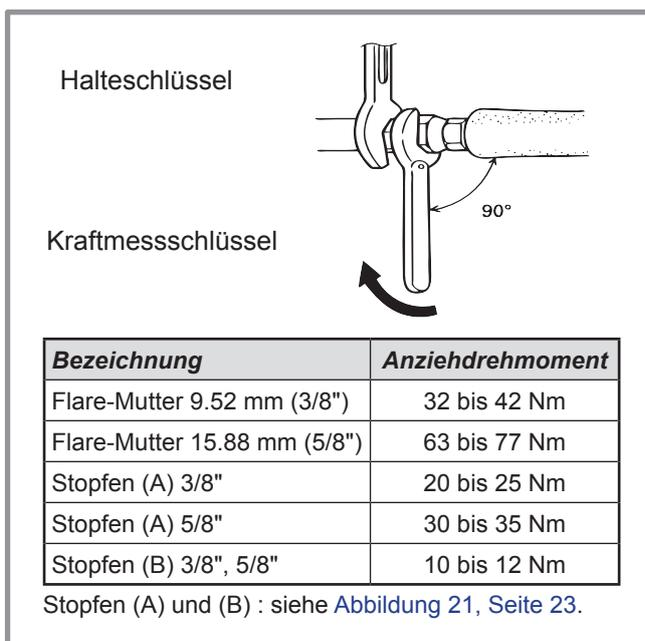

Abbildung 19 - Anziehdrehmoment
- Die Zugangsstopfen (A) an den Schiebersteuerungen entfernen.
- Die 2 Stopfen wieder anbringen und mit dem empfohlenen Anziehdrehmoment festziehen (siehe *Abbildung 19, Seite 20*). Die Dichtigkeit in den Stopfen wird nur mit Metall auf Metall realisiert.